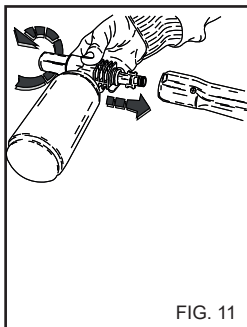

FIG. 11
- 2) Poista jatkokappale pistoolista ja aseta pesuaineen ruiskutinsarja (fig. 11) paikoilleen. Käynnistä pesuri ja suihkuta likaista pintaa alhaalta ylöspäin. Pesuaineen avulla varustetuissa malleissa aukaise pesuaineen hallintatulppa (fig. 7B) ja siirrä karkiosaa eteenpäin. Anna vaikuttaa muutama minuutti.